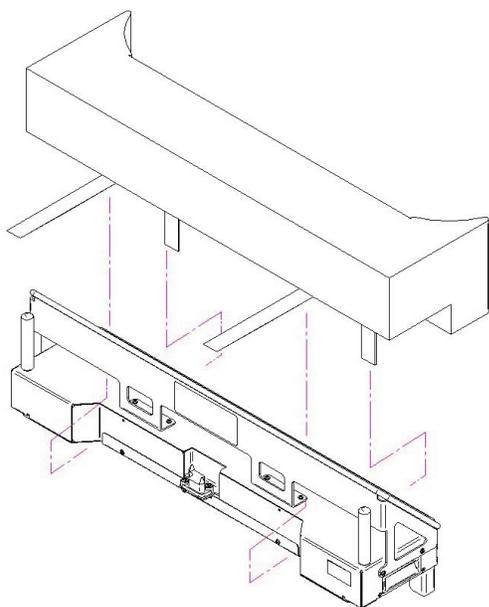

Figure 117 : Fixation du matelas au prolongateur de lit en option avec une sangle
1. Avec une sangle, fixer le coussin prolongateur de matelas au prolongateur de lit en option (Figure 117 à la page 112).